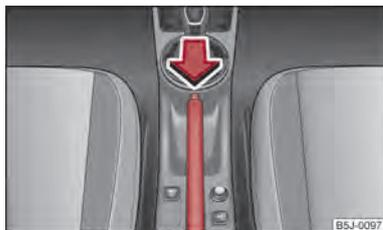

Fig. 80 Consola central: Freno de mano
- Tire de la palanca del freno de mano un poco hacia arriba y pulse **simultáneamente** el botón de bloqueo ⇒ fig. 80.